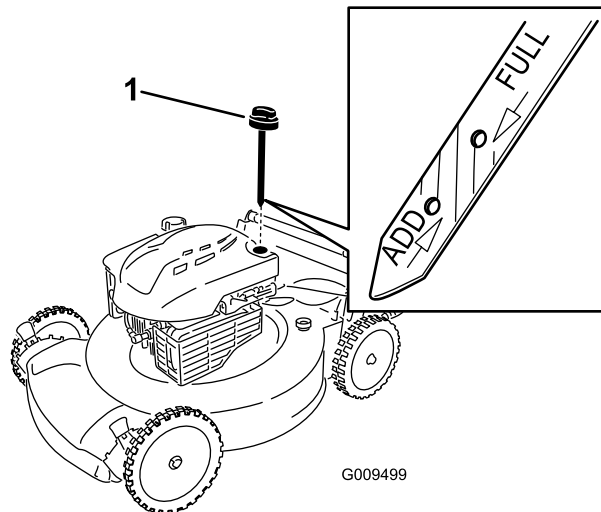

Рисунок 27
3. Извлеките масломерный шуп (Рисунок 27).
10. Определите уровень масла по отметкам на шупе (Рисунок 27).